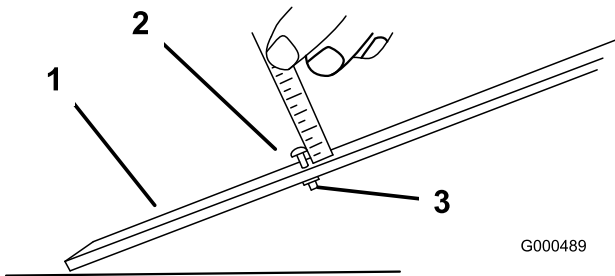

Bild 15
2. Lösen Sie die Mutter an der Messlehre und stellen Sie die Einstellschraube auf die gewünschte Schnitthöhe ein. Bild 15 Der Abstand zwischen dem unteren Ende des Schraubenkopfs und der Stirnseite der Messlehre ist die Schnitthöhe.